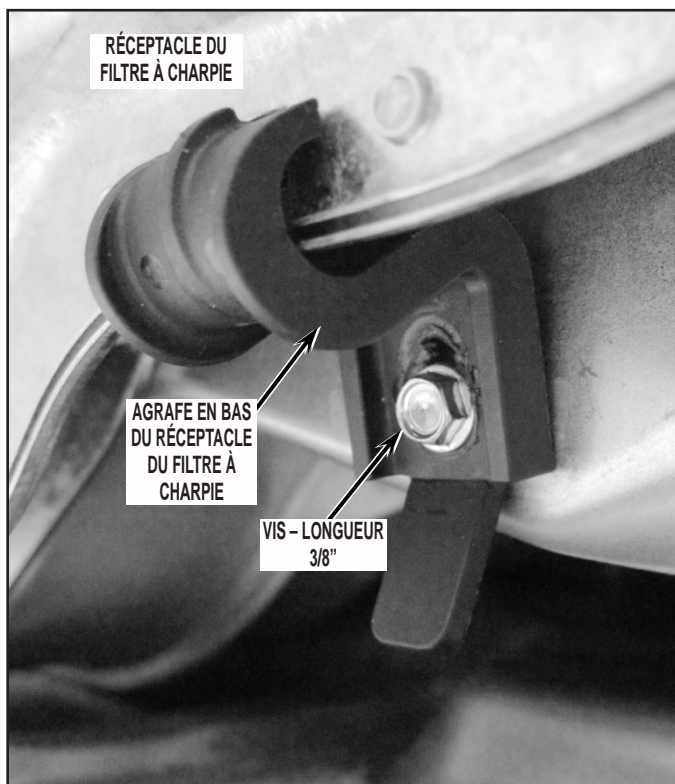

FIGURE 39
- Lors de la réinstallation du réceptacle du filtre à charpie avec ses vis sur le logement du ventilateur (voir la *Figure 11*), vérifier que l'agrafe inférieure en plastique du réceptacle du filtre à charpie pince et accroche correctement le réceptacle; voir la *Figure 39*.